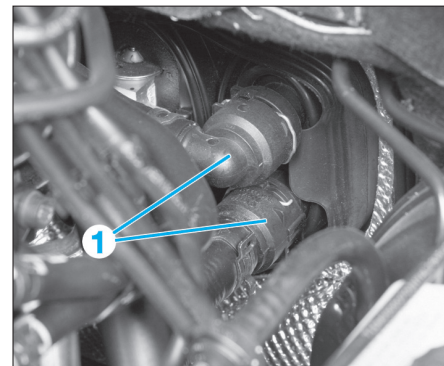

Fig. 13
- Pincer les durits de liquide de refroidissement (1) d'arrivée et de retour à l'aide de pinces-durits au niveau du tablier et les débrancher du radiateur de chauffage en ayant au préalable repéré leur position (Fig.13).
- Mettre des pince-durits sur les durits du radiateur de chauffage puis repérer leur position (Fig.13).